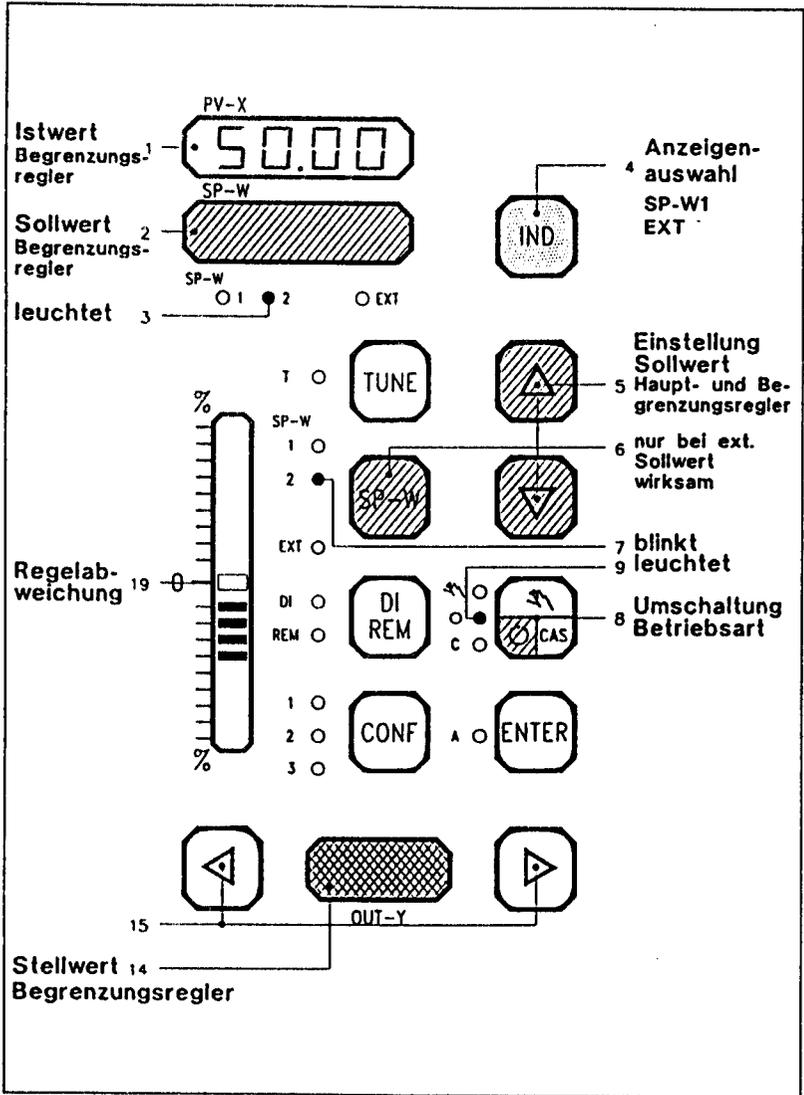

Bild 61 Anzeige- und Bedienelemente Betriebsart "Automatik II"
Tritt der Begrenzungsfall ein, übernimmt der Begrenzungsregler die Regelung. Befindet sich der Begrenzungsregler im Eingriff, blinkt die LED **SP-W 2 (7)**. Die Anzeigen in Bild 61 werden wie folgt umgeschaltet: